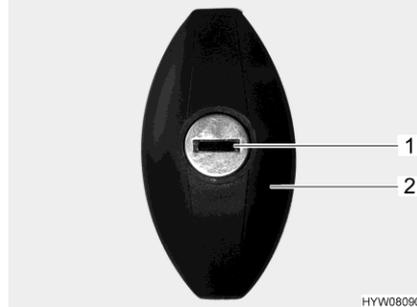

Fig. 42 Cerradura de la trampilla
- Introducir la llave en el cilindro de cierre (Fig. 42,1) y girarla media vuelta en sentido contrario a las agujas del reloj. El asidero de la cerradura (Fig. 42,2) se abre de golpe.